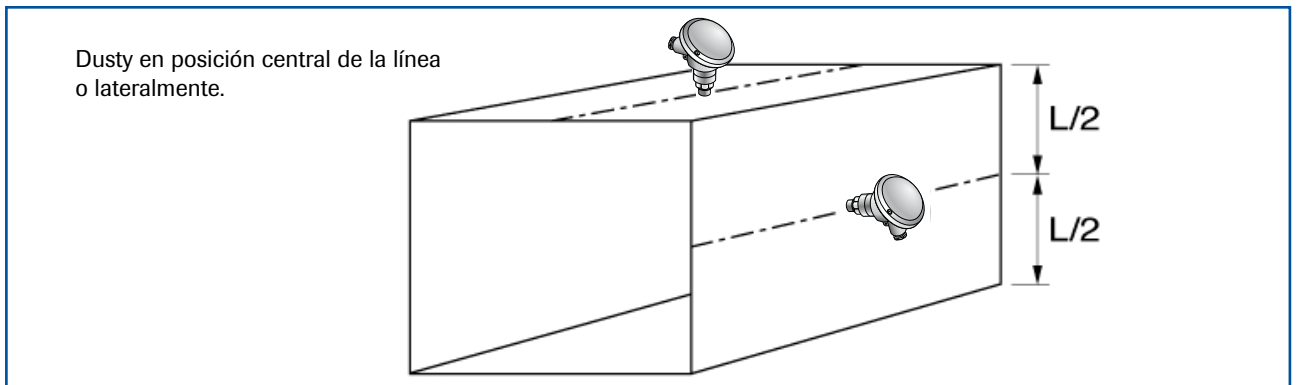

Imagen 2b: Sección transversal cuadrada
3. En conductos horizontales con sección transversal rectangular, la instalación puede realizarse arriba o lateralmente pero en ambos casos en posición central. (Véase la imagen 2b)